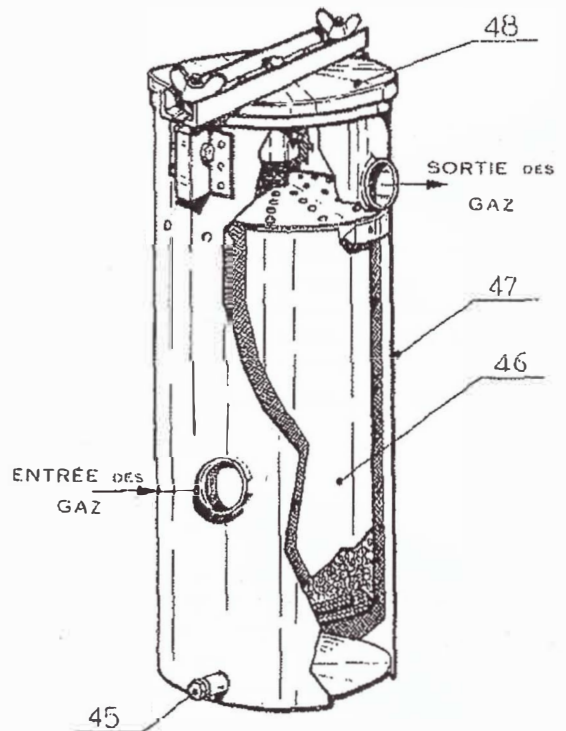

Fig. 5 - Filtre de sécurité
Se compose (fig. 5) d'une capacité cylindrique (47) avec couvercle étanche (48) contenant un récipient (46) garni de paille de fer huilée. Un bouchon (45) permet la vidange de l'huile en excès. Le gaz traverse la paille de fer et se débarrasse des impuretés qu'un filtre hydraulique mal entretenu aurait pu laisser passer. Le gaz épuré est amené au mélangeur fixé sur la pipe d'admission du moteur.